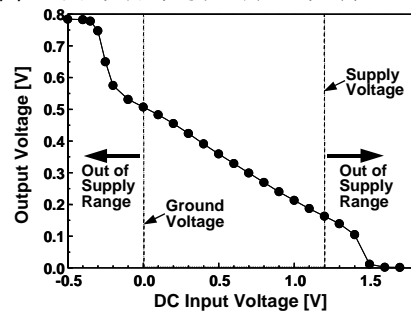
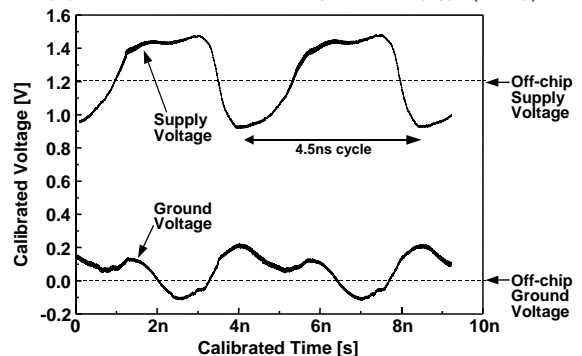

図 2 SH への入力電圧と出力電圧の関係 (実測)
図 3 電源線ノイズと接地線ノイズ (実測)
1.2V, 0.13μm CMOS プロセスでサンプルングオシロスコープマクロの試作を行った。SCG の面積は 23,600μm²、SH 1 つの面積は 1,550μm² である。本マクロの消費電力は 32mW であった。図 2 に外部から SH に入力した DC 電圧と本マクロ出力電圧の関係の実測結果を示す。開発した SH により、- 0.3V から V_{dd}+0.3V の広い入力範囲の実現に成功している。波形測定例として、図 3 に電源電位と接地電位の実測波形を示す。クロックの立ち上がりエッジで大きな電源電流が流れるため、電源電位が低下し、接地電位が上昇し、その後、電源系の LC 共振により電源電位が V_{dd} 以上にオーバーシュート、接地電位が 0V 以下にアンダーシュートする様子を高精度に捉えている。